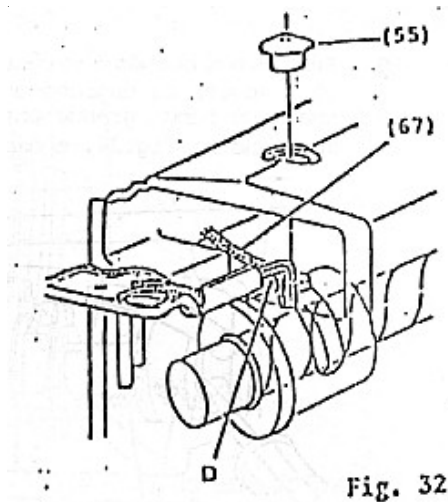

Fig. 32
2. Introduza duas extensões do pavio do óleo no orifício da função da máquina, como mostrado na Fig.32, deixando o pavio solto sobre a borda do suporte do pavio no ponto “D. Isso garante passagem livre do óleo. Use uma chave de fenda através do orifício do tampão (55) do braço e empurre as duas extensões do pavio para baixo e para dentro do chanfro da bucha do eixo do braço de maneira que os pavios entrem em contato com as extensões do pavio para o pino gonzo de ligação do estica-linha que já encontra no chanfro.